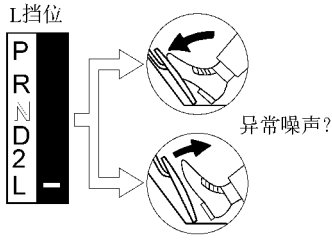

图 11-36 检查在加速和减速期间是否有异常噪声
(3) 检查在加速和减速期间是否有异常噪声，如图 11-36 所示。